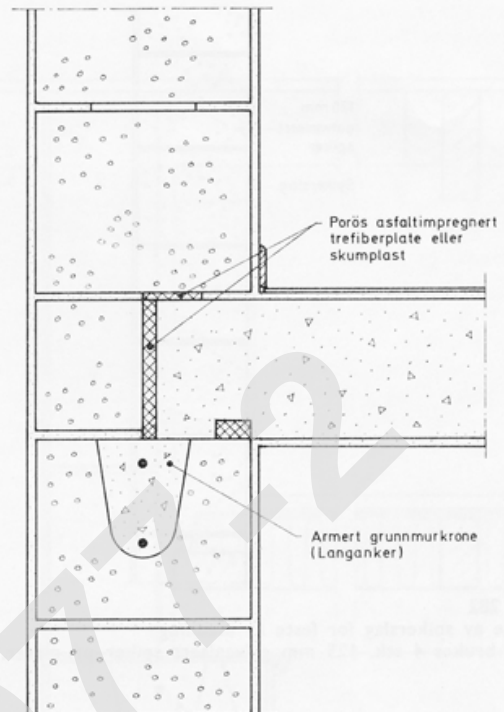

Fig. 253 Mål 1:10
- 253 Opplegg av armert betongdekke utføres som vist på fig. 253. Stripene av porøs, asfaltimpregneret trefiberplate eller ekspandert polystyren skal redusere virkningene av kantdreining og dermed sprekkdannelsen.